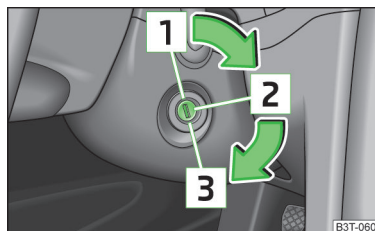

Fig. 122
- În timpul deplasării, la oprirea motorului, cheia trebuie să se găsească întotdeauna în poziția [2] » fig. 122 la pagina 134 (contact cuplat). Această poziție este semnalizată prin aprinderea de lămpi de control. Dacă acest lucru nu se întâmplă, mecanismul de direcție se poate bloca neintenționat - Pericol de accident!
**Motoare pe benzină » fig. 122**
**Motoarele diesel » fig. 122**
Dacă **mechanismul de direcție este blocat** iar cheia nu se poate roti, sau se rotește cu greu în poziția **2** » fig. 122, atunci volanul trebuie rotit puțin încolo și înapoi - astfel se deblochează mecanismul de direcție.
- Cuplați contactul [2] » fig. 122 la pagina 134.
Opriti motorul prin rotirea cheii de contact în poziția [1] » fig. 122 la pagina 134.